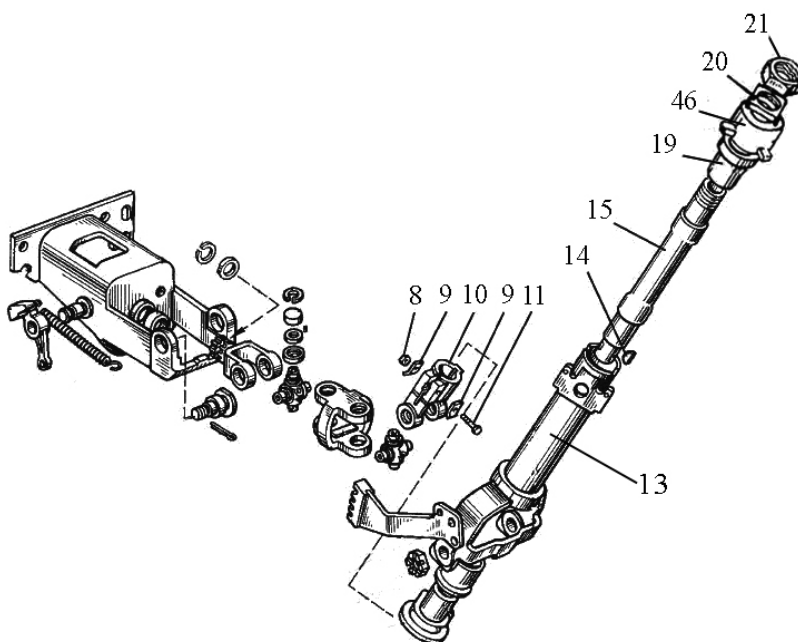

Рисунок 7.18
- 13) установите сегментную шпонку 14, (рисунок 7.18), размером 5x10 мм в шпоночный паз вала 15 и вставьте хвостовик вала в вилку 10 карданного соединения так, чтобы шпонка вошла в шпоночный паз вилки 10;